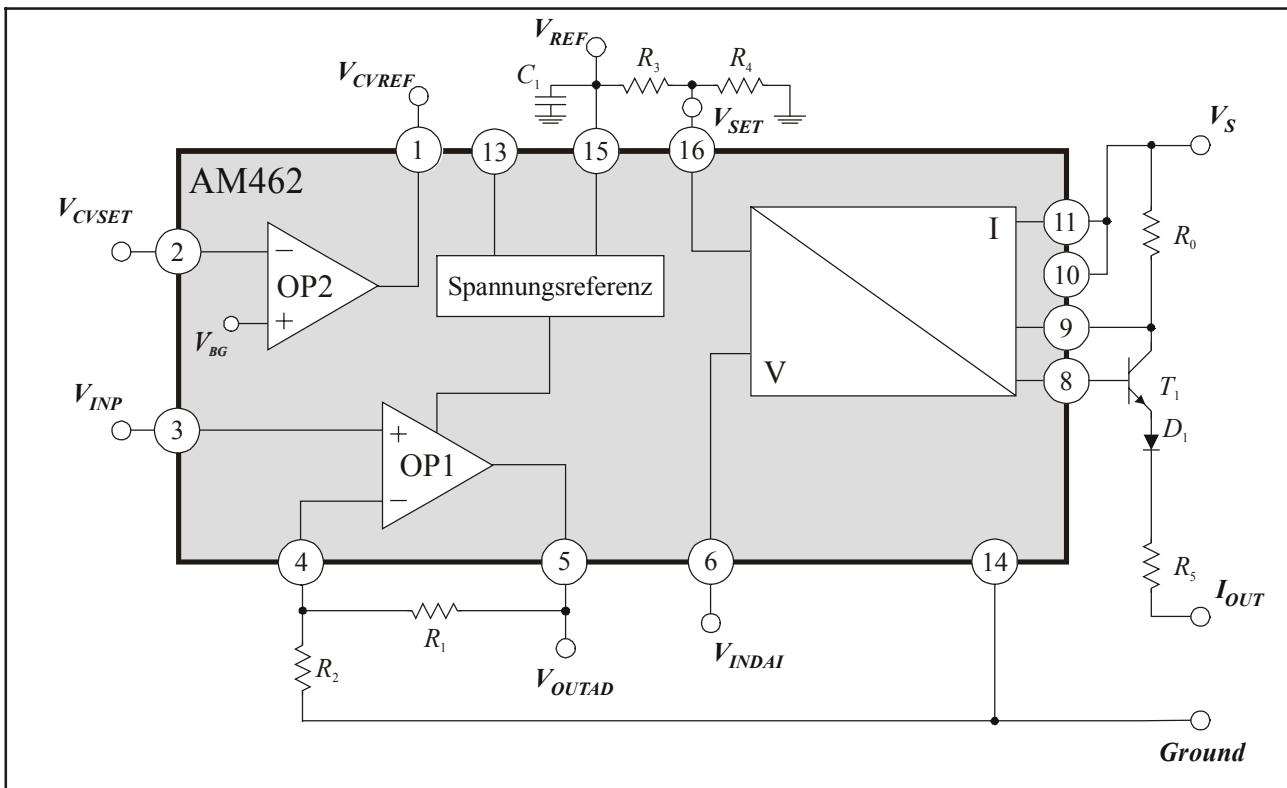
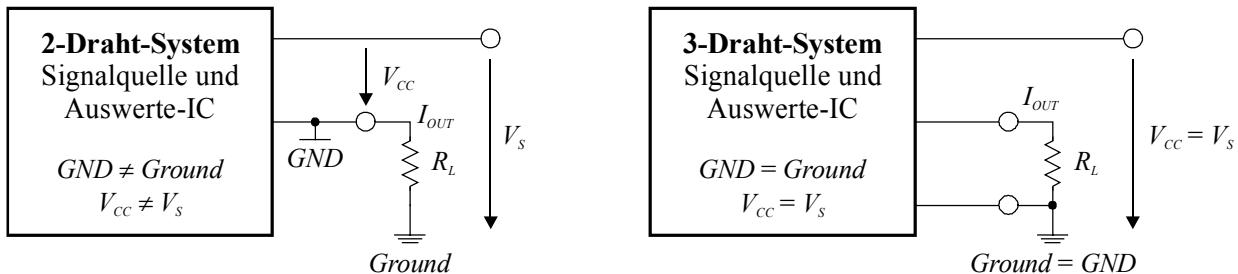
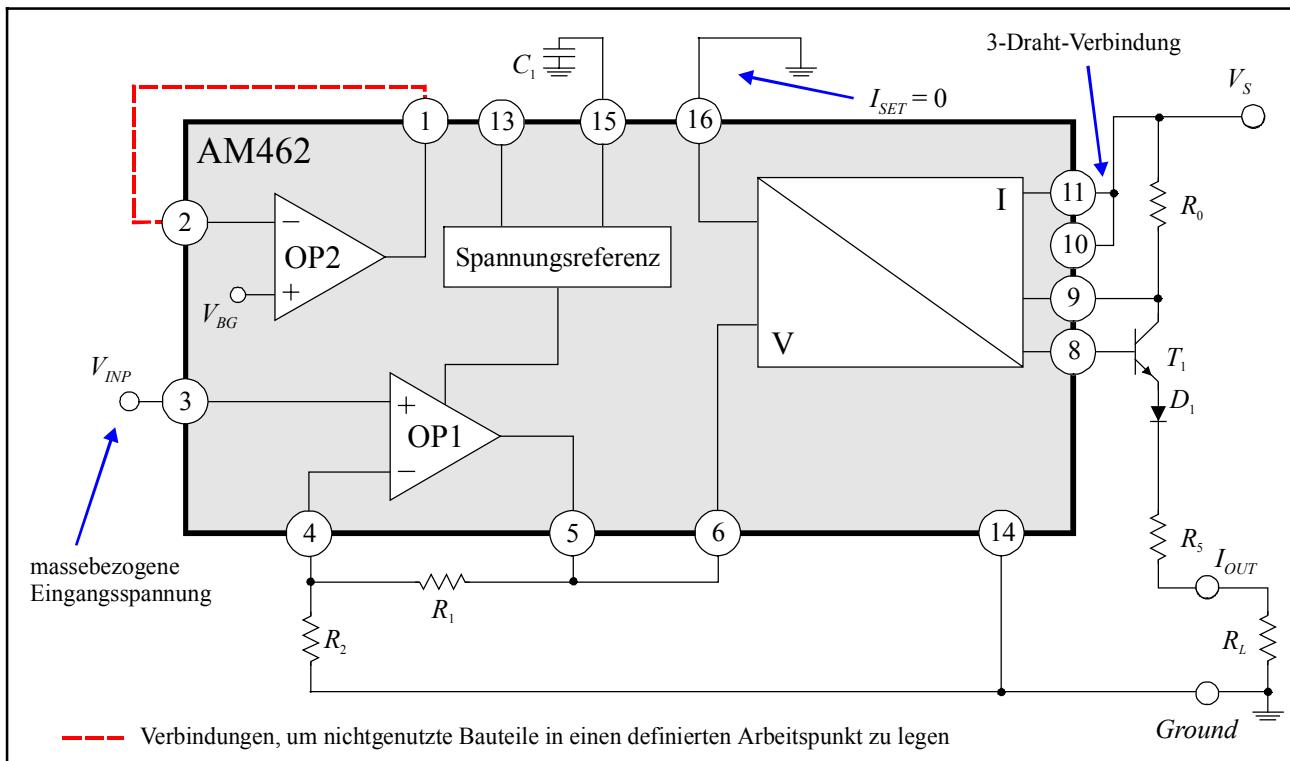
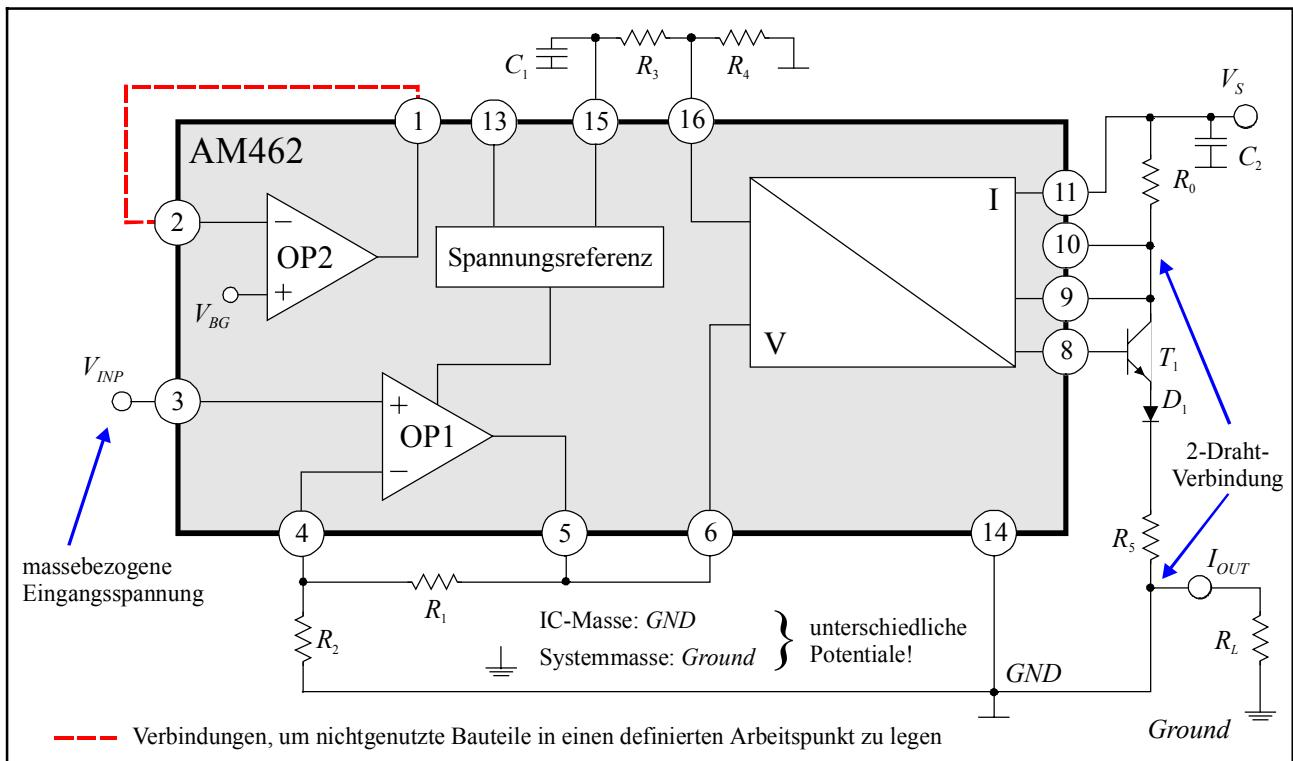

Abbildung 2: Prinzipschaltbild AM462 mit externen Bauelementen (3-Draht-Schaltung für Stromausgang)
Abbildung 3: Unterschied 2- und 3-Draht-Betrieb
Abbildung 7: Typische Anwendung für massebezogene Eingangssignale
Abbildung 8: Typische 2-Draht-Anwendung für massebezogene Eingangssignale
Der AM462 ist ein modular aufgebautes, universelles U/I-Wandler- und Schutz-IC, welches speziell für die Aufbereitung von massebezogenen Spannungssignalen entwickelt wurde. Durch seine Konzeption ist er für industrielle Anwendungen sowohl für den 3-Draht- als auch für den 2-Draht-Betrieb geeignet (vgl. Anwendung **Abbildung 8**). Die Funktion des AM462 wird anhand des Blockschaltbildes (**Abbildung 2**) erläutert, das auch die wenigen externen Bauteile aufzeigt, die für den Betrieb des AM462 nötig sind. Elektrische Randbedingungen für die externen Komponenten finden sich auf Seite 6.
Der AM462 besteht aus mehreren modularen Funktionsmodulen (OPs, V/I-Konverter und Referenzen), die durch externe Verknüpfungen zusammengeschaltet oder separat betrieben werden können (siehe Grundschaltung in **Abbildung 2**):
- Der interne Spannungs-/Stromwandler (V/I-Converter) liefert ein spannungsgesteuertes Stromsignal am IC-Ausgang *IOUT* (Pin 8), das einen externen Transistor T_1 ansteuern kann, der den eigentlichen Ausgangsstrom I_{OUT} liefert. Der Transistor ist aus Gründen der Verlustleistung extern ausgeführt und wird durch eine zusätzliche Diode D_1 gegen Verpolung geschützt. Über den Pin *SET* kann ein Offsetstrom I_{SET} am Ausgang *IOUT* eingestellt werden (z.B. mit Hilfe der internen Spannungsreferenz und einem externen Spannungsteiler wie in **Abbildung 2** dargestellt). Der externe Widerstand R_0 ermöglicht bei gleichzeitigem Betrieb von Strom und Spannungsausgang eine Feinjustage des Ausgangsstromes. Für den durch T_1 verstärkten Ausgangsstrom I_{OUT} gilt die Beziehung
- Die *Referenzspannungsquelle* des AM462 erlaubt die Spannungsversorgung von externen Komponenten (z.B. Sensoren, µP usw.). Der Wert der Referenzspannung V_{REF} kann über Pin 13 $VSET$ eingestellt werden. Bei nicht angeschlossenem Pin *VSET* ist $V_{REF} = 5V$; ist *VSET* an Masse geschaltet, gilt $V_{REF} = 10V$. Unter Verwendung von zwei externen Widerständen (zwischen Pin *VREF* und Pin *VSET* sowie Pin *VSET* und *GND*, siehe Abbildung 2) lassen sich auch Zwischenwerte einstellen.
Im 3-Draht-Betrieb (vgl. *Abbildung 3* rechts und *Abbildung 7*) wird der Masseanschluß des ICs (Pin *GND*) mit der von außen zugeführten Systemmasse *Ground* verbunden. Die System-Versorgungsspannung V_s wird an Pin *VCC* angeschlossen und Pin *VCC* mit Pin *RS+* verbunden.
Im 2-Draht-Betrieb (vgl. *Abbildung 3* links und *Abbildung 8*) wird die System-Versorgungsspannung V_s an den Pin *RS+* angeschlossen und der Pin *VCC* mit Pin *RS-* verbunden. Der Masseanschluß des IC (Pin *GND*) wird am Knotenpunkt zwischen dem Widerstand R_5 und dem Lastwiderstand R_L (Stromausgang I_{OUT}) kontaktiert. Damit ist die Masse *GND* des ICs **nicht** gleich der Systemmasse *Ground*!!! Das Ausgangssignal wird über dem Lastwiderstand R_L abgegriffen, der den Stromausgang I_{OUT} mit der Systemmasse verbindet.
Der Grund dafür ist, daß das IC im 2-Draht-Betrieb zum eigentlichen Lastwiderstand R_L in Reihe geschaltet ist. In *Abbildung 3* ist dieser Sachverhalt graphisch dargestellt.
Bei Nutzung der Verstärkerstufe OP1 zusammen mit dem V/I-Converter zur Spannungs/Stromwandlung sollte zunächst ein Offset-Abgleich des Ausgangsstroms durch geeignete Wahl der Widerstände R_3 und R_4 durchgeführt werden. Dazu muß der Eingang von OP1 auf Masse gelegt werden ($V_{INP} = 0$). Mit dem Kurzschluß am Eingang und einer Beschaltung des Pins *VSET* des V/I-Converters nach Abbildung 2 ergibt sich für den Ausgangsstrom nach Gleichung 2:
1. Zum Betrieb des AM462 muß **immer** die externe Kapazität C_1 (hochwertige Keramikkapazität) kontaktiert werden (vgl. Abbildung 2). Es ist zu beachten, daß der Wert der Kapazität auch über den Temperaturbereich nicht den Wertebereich in den Randbedingungen auf Seite 6 verläßt. Im 2-Draht-Betrieb ist zusätzlich die Keramikkapazität C_2 zu verwenden (vgl. **Abbildung 8**).
In **Abbildung 7** ist eine 3-Draht-Anwendung dargestellt, bei welcher der AM462 ein positives massebezogenes Spannungssignal verstärkt und wandelt. Die nicht genutzten Blöcke (z.B. OP2) sind in der Anwendung in definierte Arbeitspunkte gelegt worden. Alternativ können diese Funktionsgruppen natürlich weiterhin benutzt werden (z.B. zur Speisung externer Komponenten).
Im 2-Draht-Betrieb (vgl. **Abbildung 8**) wird die System-Versorgungsspannung V_S an den Pin $RS+$ angeschlossen und der Pin VCC mit Pin $RS-$ verbunden. Der Masseanschluß des IC (Pin GND) wird am Knotenpunkt zwischen dem Widerstand R_5 und dem Lastwiderstand R_L (Stromausgang I_{OUT}) kontaktiert. Damit ist die Masse des IC (GND) **nicht** gleich der Systemmasse ($Ground$)!!! Das Ausgangssignal wird über dem Lastwiderstand R_L abgegriffen, der den Stromausgang I_{OUT} mit der Systemmasse verbindet.